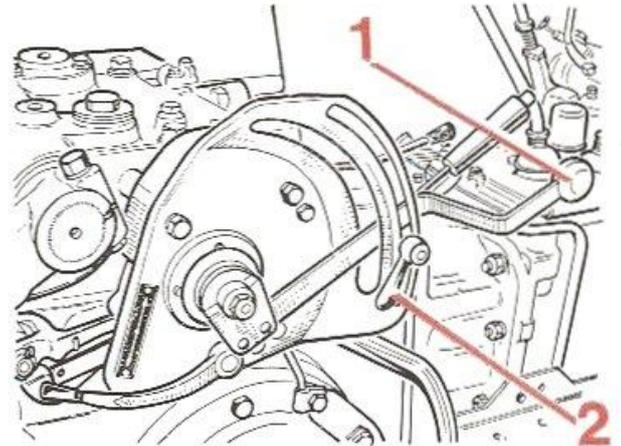

FIG. 45
— Fixation de la profondeur de travail par la butée (2) fig. 45. Ne pas oublier qu'il est toujours préférable pour, à l'attaque d'une nouvelle raie, retrouver rapidement la profondeur de travail que l'on s'est fixée, d'abaisser le levier de commande (1) fig. 45 jusqu'en bas du secteur, en le déplaçant latéralement au passage de la butée pour le ramener ensuite sous cette dernière.